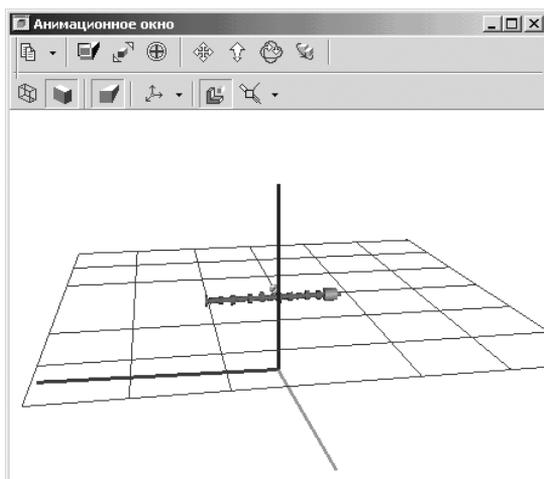

Рис. 1.109. Возможное состояние **Анимационного окна** для сборки **кулачок – клапан** при его открытии
- щелкните на панели инструментов  по кнопке  – **Открыть анимационное окно**. Появится **Анимационное окно**. Для сборки кулачок – клапан возможное состояние окна показано на рис. 1.109.